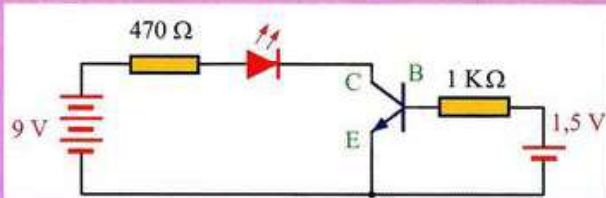

Figura 9.10.
f) Consigue una resistencia de 1.000Ω y una pila de $1,5 \text{ V}$ y realiza el montaje que se propone en la Figura 9.10. Podrás comprobar cómo en este caso sí que se enciende el diodo LED.